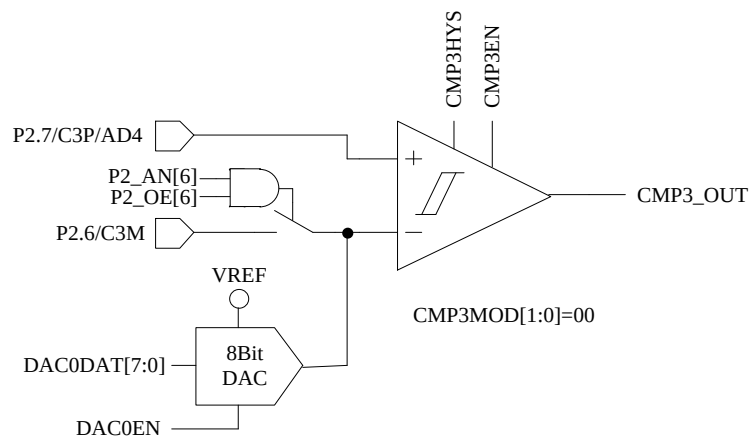

图 30-2 单比较器输入模式
- 配置 CMP_CR1[CMP3MOD] = 00，CMP3 为单比较器输入模式，具体输入输出端口及接法如图 30-2 所示